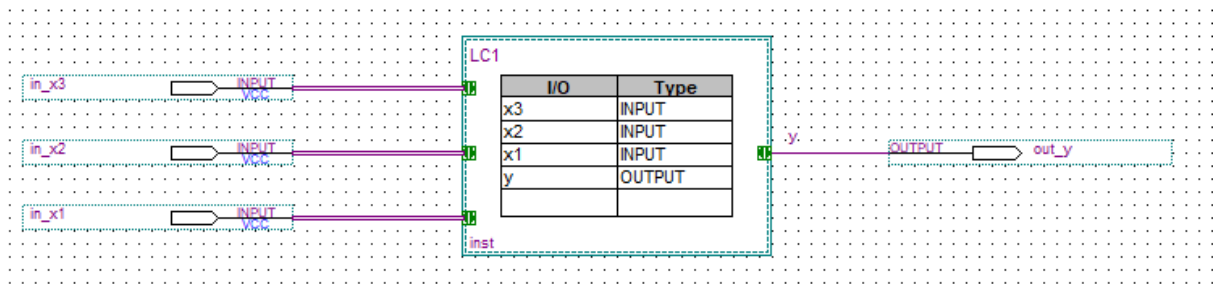

Рис. 1.23. Приклад створення з'єднань між функціональними елементами.
4.5. Додайте зв'язки між функціональним блоком і контактами. Для створення провідників натисніть на піктограму визивання інструмента для створення провідників (**Node Tool**). Для під'єднання вхідних контактів до входів функціонального блоку використайте інструмент **Conduit** (Канал зв'язку), або просто під'єднайте вхідний контакт до входу блоку, після чого відтягніть його – канал зв'язку створиться автоматично. Результат з'єднання зображено на рис. 1.23.